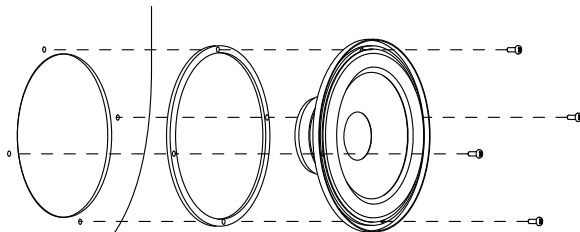

Figure 1
1. Many vehicles already have factory locations (Figure 1) to house the "DROP IN" feature of the Ti Component speakers. If no existing locations are available or are not used, check the desired location for adequate cutout area and any depth obstructions. Make sure to allow sufficient clearance for window tracks, structural braces, trunk lid springs, etc.
Phoenix Gold has provided a foam mounting gasket. When installing your new component speakers in a factory location make sure to use the foam mounting gasket as shown in figure 1. For reverse mounted speakers place the foam gasket in front of the speaker. This will ensure an air tight seal for your Ti speakers.
De nombreux véhicules ont déjà des emplacements d'usine (Figure 1) pour la fonctionnalité "DROP IN" de la Système de Composantes Ti. Si aucun des emplacements existants n'est disponible ou s'ils ne sont pas utilisés, vérifiez l'emplacement désiré pour la découpe adéquate et des obstacles en profondeur. Assurez-vous de laisser suffisamment de dégagement pour les pistes de la fenêtre, les ferrures structurales, l'amortisseur arrière, etc
Phoenix Gold a fourni un joint statique de montage en mousse. Lors de l'installation de vos nouveaux système de composantes dans une usine, assurez-vous d'utiliser les joints statiques de montage en mousse comme le montre la figure 1. Pour les haut-parleurs montés à l'envers, placez le joint en mousse en face du haut-parleur. Ceci assurera un joint étanche à l'air pour vos haut-parleurs Ti.